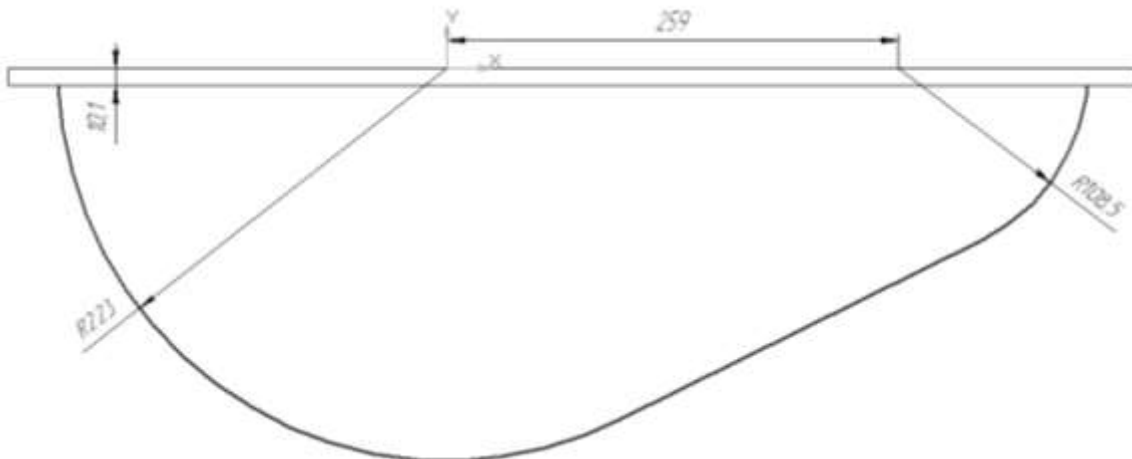

Рисунок 7.1 – Контур кришки редуктора
3. У кришці немає передньої і задньої стінок, тому формування стінки кришки ми виконаємо за один виклик команди *Кінематична операція*. Напрямою слугуватиме контур кришки редуктора, розміщений в ескізі на площині *ZY* (рис. 7.1). Зверніть увагу: контур в ескізі необхідно відобразити щодо осі *X*, оскільки система при створенні ескіза в площині *ZY* (або паралельній їй) розміщує модель таким чином, що вона стає перевернутою.